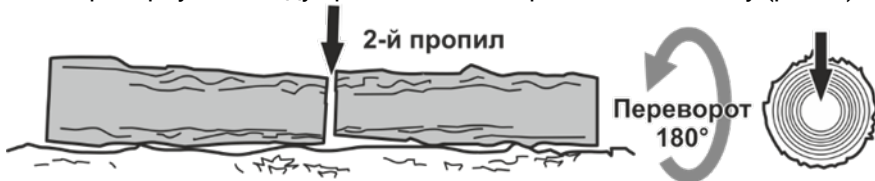

Рисунок 5. Схема остаточного розпилу колоди з протилежного боку.
2. Перевернути колоду і розпиляти її з протилежного боку (рис. 5).